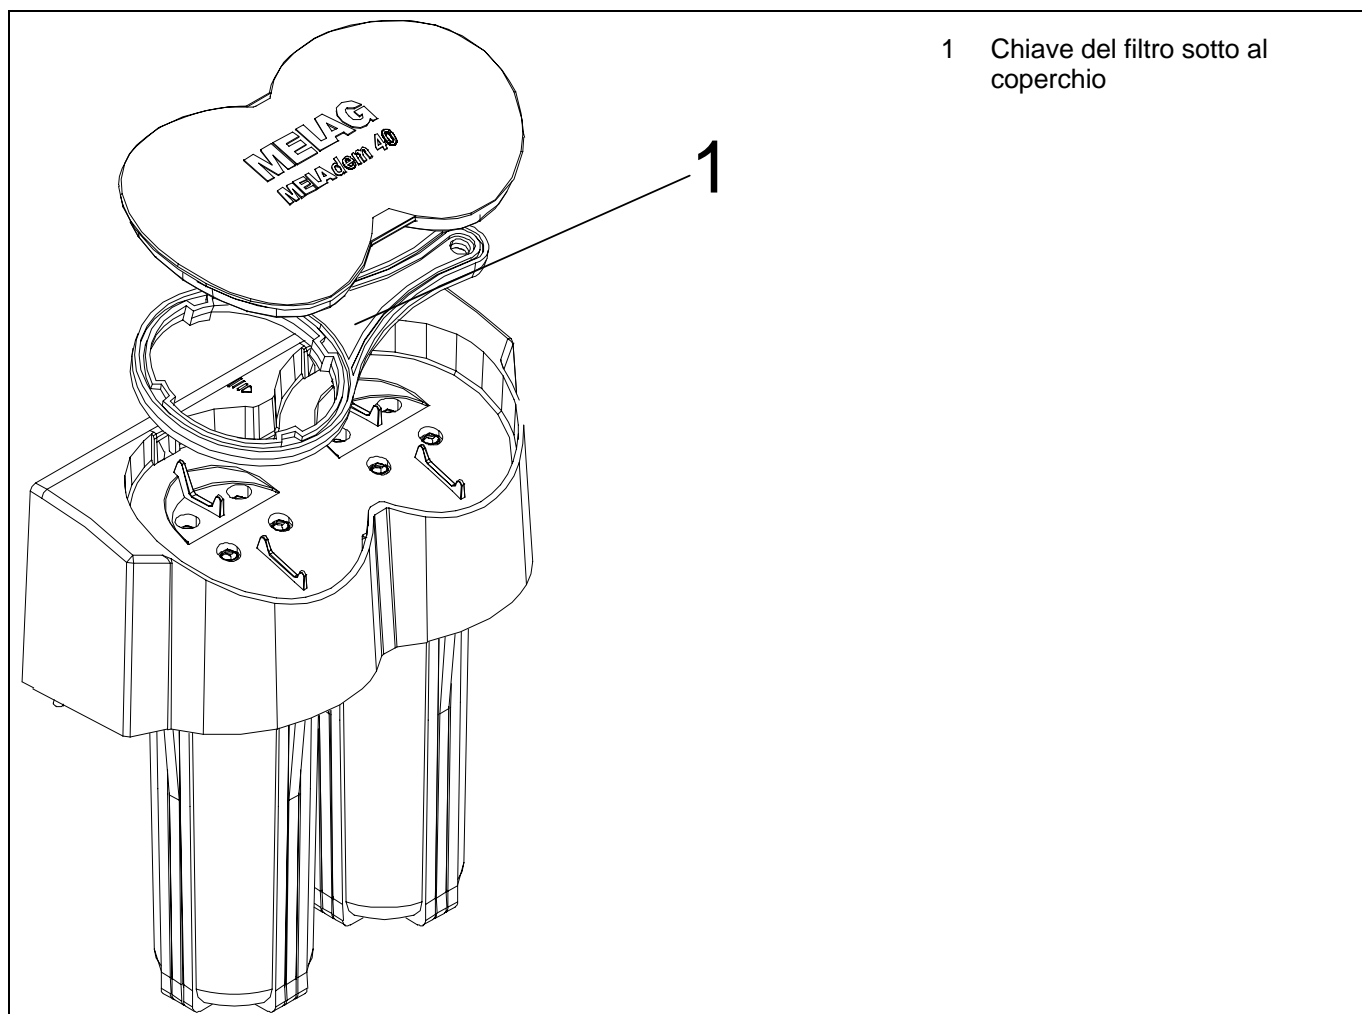

Fig. 16: Rimozione della chiave del filtro
- Rimuovere la chiave dal MELAdem®40 (vedere Fig. 16).